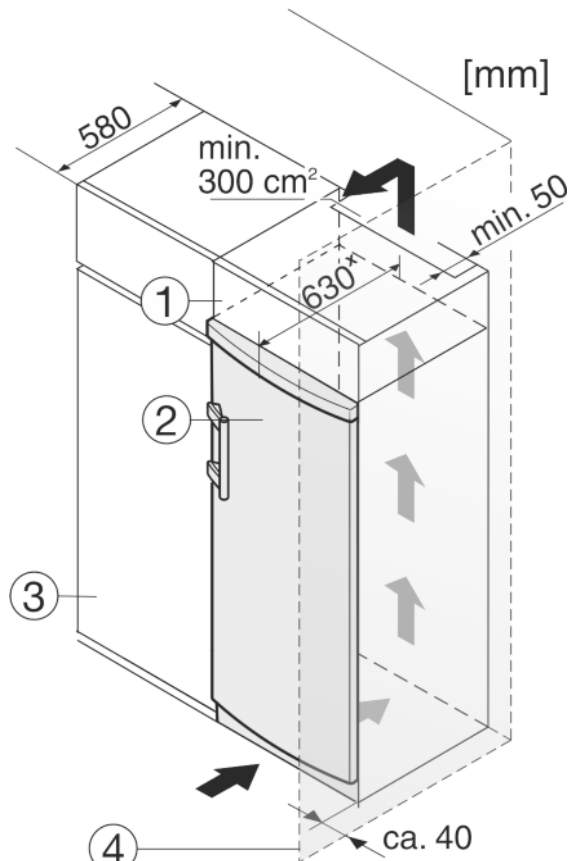

Fig. 10
- (1) Nadstavná skrinka
- (2) Zariadenie
- (3) Kuchynská skriňa
- (4) Stena
Zariadenie môže byť zabudované medzi kuchynskými skriňami. Aby sa zariadenie Fig. 10 (2) prispôbilo výške kuchynskej linky, môže sa nad zariadením umiestniť nadstavná skrinka Fig. 10 (1).
Pri vstavaní s kuchynskými skriňami (hĺbka max. 580 mm) je možné zariadenie inštalovať priamo vedľa kuchynskej skrine Fig. 10 (3). Zariadenie vyčnieva nabok 34 mm * a v strede zariadenia 50 mm * oproti prednej časti kuchynskej skrine.
Ak je zariadenie umiestnené so závesmi vedľa steny *Fig. 10 (4)*, musí vzdialenosť medzi zariadením a stenou činiť minimálne 40 mm. To zodpovedá presahu držadla pri otvorených dverách.